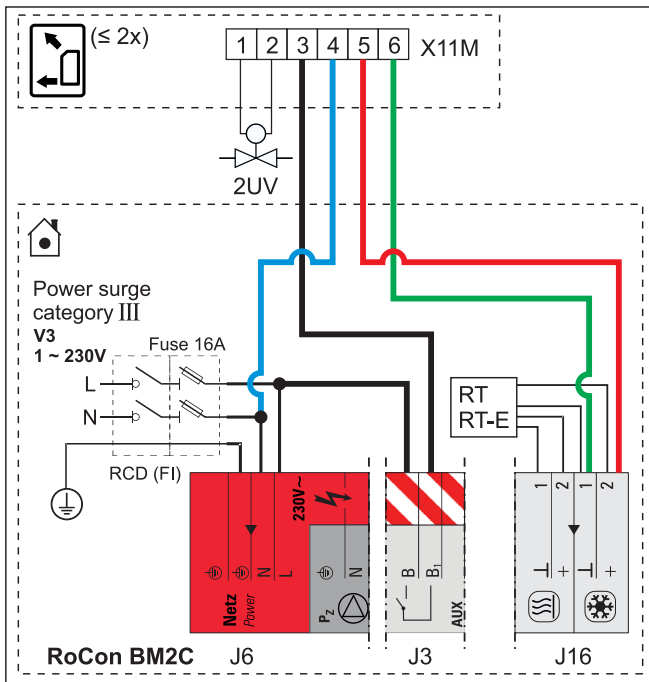

Bild 4-41 Anschluss HP convector (max. 2) an HPSU compact
- Elektrischer Anschluss des HP convectors mit folgendem Zubehör entsprechend Bild 4-41 als Umschaltkontakt (Heizen/Kühlen) am Basismodul.